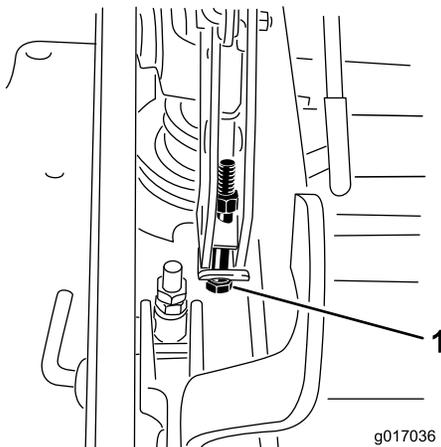

Figure 75
13. Si le tablier est trop bas, serrez le boulon de réglage monopoint dans le sens horaire. Si le tablier est trop haut, desserrez le boulon de réglage monopoint dans le sens antihoraire (Figure 75).